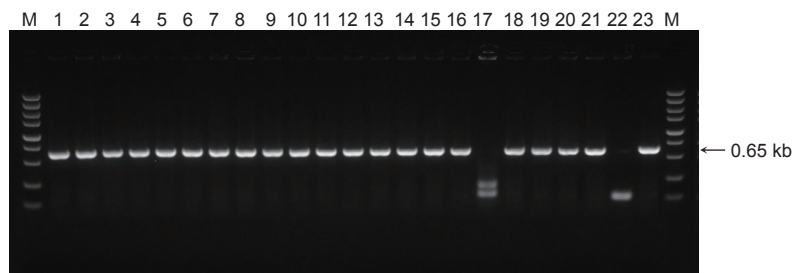

Fig 5. 菌落PCR琼脂糖凝胶电泳检测
- ◇ 挑取重组反应转化平板上若干个克隆进行菌落PCR鉴定，扩增引物至少使用一条载体上的通用测序引物。如果克隆正确，应有长度略大于插入片段大小的条带出现(Fig 5)。